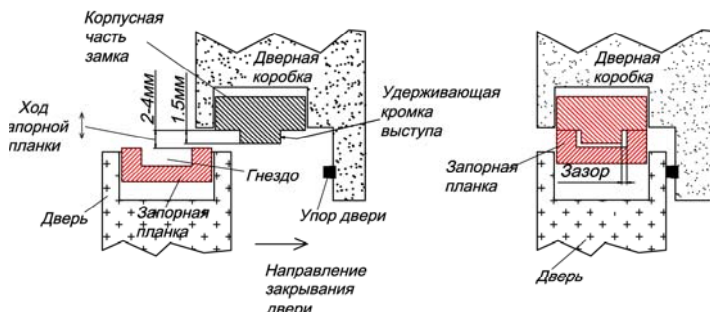

Рис.6
5.5 В закрытом положении двери между рабочими кромками на удерживающем выступе и в гнезде должен сохраняться гарантированный ЗАЗОР. При этом подвижная пластина якоря не должна защемляться из-за влияния уплотнения двери, деформации дверного полотна, неточной навески петель и других факторов создающих «отдачу» двери при закрывании (рис. 6).